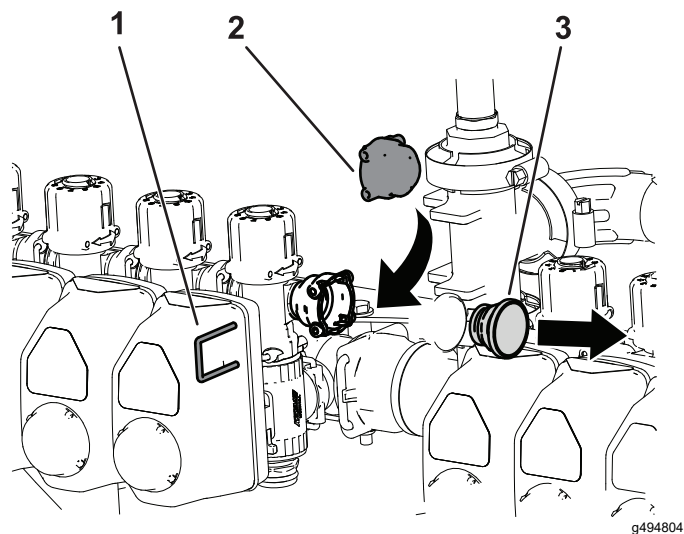

**Figura 6**
5. Instale el conjunto de válvulas de desvío, la tapa hembra, las juntas tóricas, la válvula de cierre, el acoplamiento y la manguera con las horquillas de retención que retiró anteriormente, tal y como se muestra en la Figura 6.